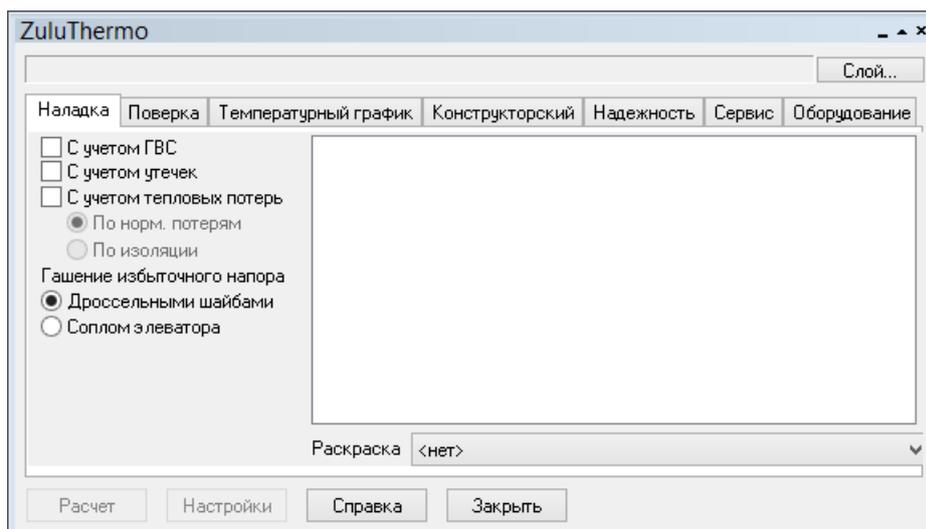

Рисунок 15.1. Окно теплогидравлических расчетов
1. Выполните команду главного меню Задачи|ZuluThermo или нажмите кнопку  панели инструментов. Откроется диалог теплогидравлических расчетов (см. Рисунок 15.1, «Окно теплогидравлических расчетов»).